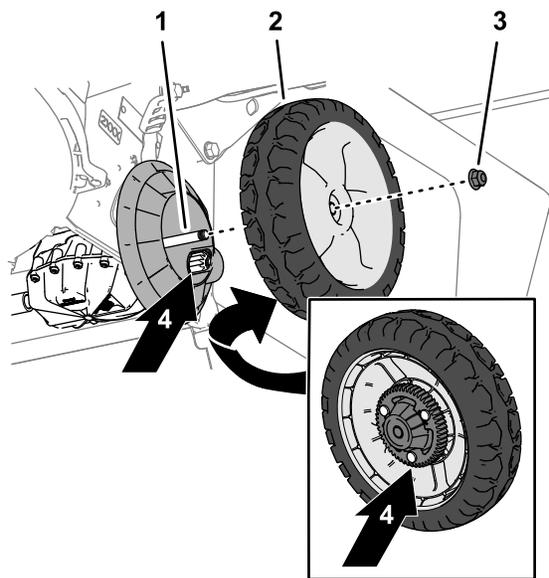

Figura 30
1. Retire a porca de bloqueio flangeada e conjunto da roda do parafuso do eixo (Figura 30).
2. Remova qualquer detrito da área das engrenagens da roda (Figura 30).
3. Após a limpeza, aplique uma pequena quantidade de produto anti-gripagem nas engrenagens (Figura 30).
4. Monte o conjunto da roda no parafuso do eixo com a porca de bloqueio flangeada (Figura 30).